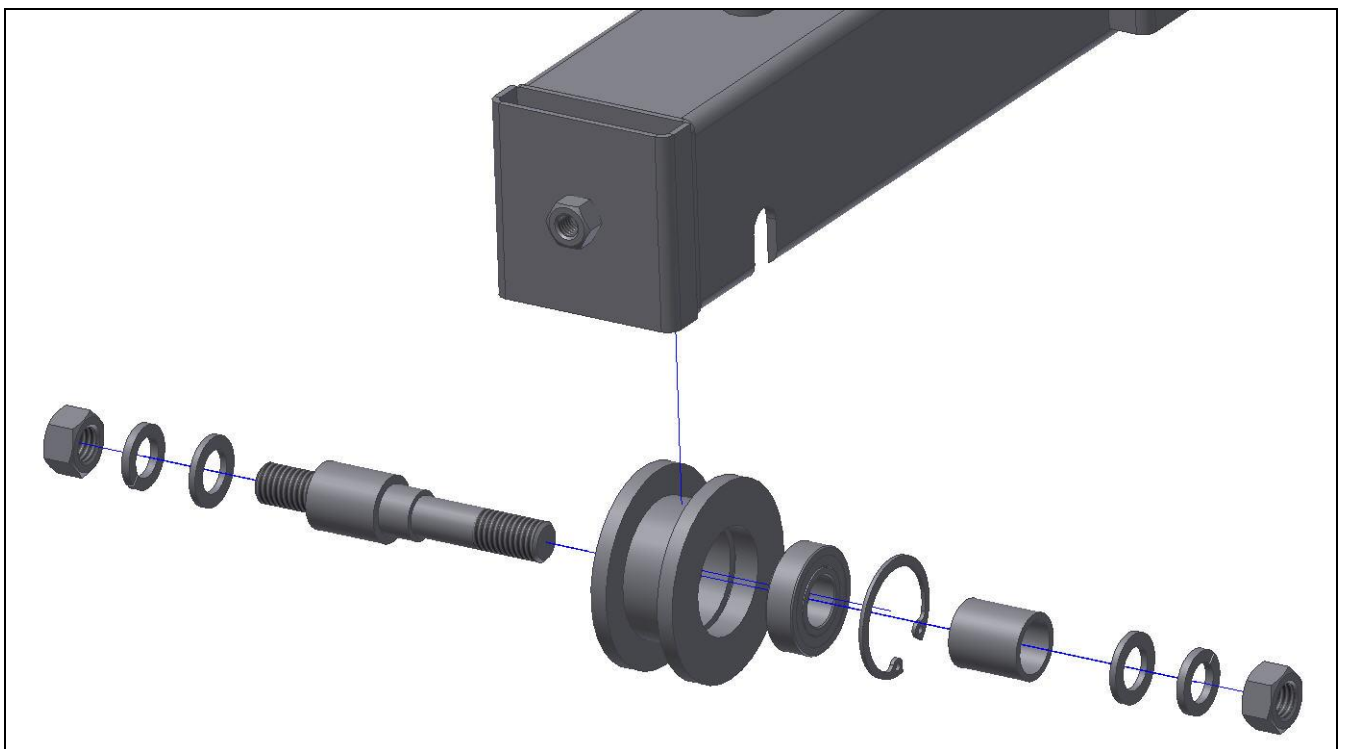

Рисунок 6 – Установка опорных роликов
6.5.1 Установить опорные ролики в соответствующие пазы на ногах пильной рамы (рисунок 6).